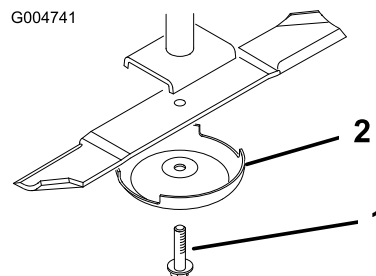

Figura 114
3. Togliete il bullone, la coppa antistrappo e la lama dall'asse del mandrino (Figura 114).